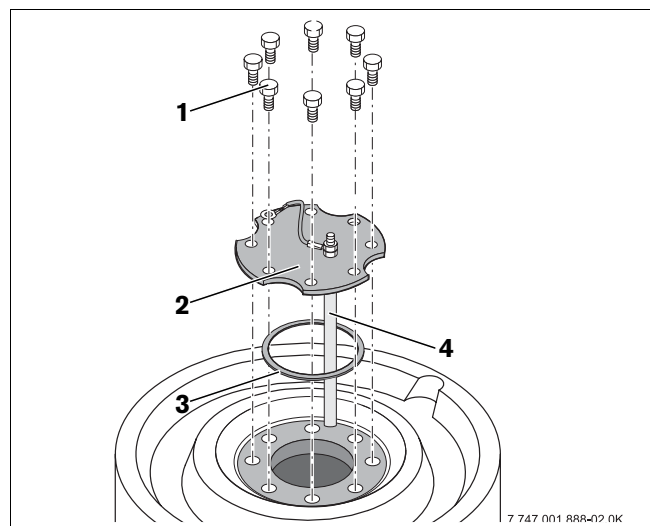
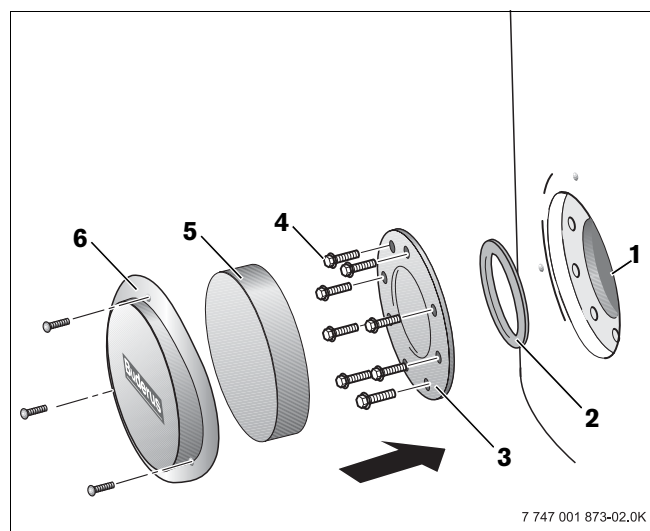

Fig. 14 Montage de la trappe de visite
Fig. 15 Monter la trappe de visite
- Nous recommandons d'utiliser, après le nettoyage, un nouveau joint pour le couvercle de la trappe de visite (fig. 14, **pos. 3** ou fig. 15, **pos. 2**) pour éviter les fuites sur le préparateur.
- Remettre le couvercle supérieur et latéral en place avec le joint (fig. 14, **pos. 2** ou fig. 15, **pos. 2**).
- Visser les vis à tête hexagonale (fig. 14, **pos. 1** ou fig. 15, **pos. 4**) sans serrer sur le couvercle de la trappe de visite.
- Puis resserrer les vis (fig. 14, **pos. 1** ou fig. 15, **pos. 4**) avec une clé dynamométrique de 25-30 Nm.
- Mettre l'isolation thermique (fig. 15, **pos. 5**) en place et monter le couvercle de la trappe de visite (fig. 15, **pos. 6**).